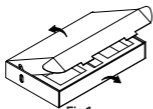

Fig.1
1. Remover el bloque de soporte (imagen 1)